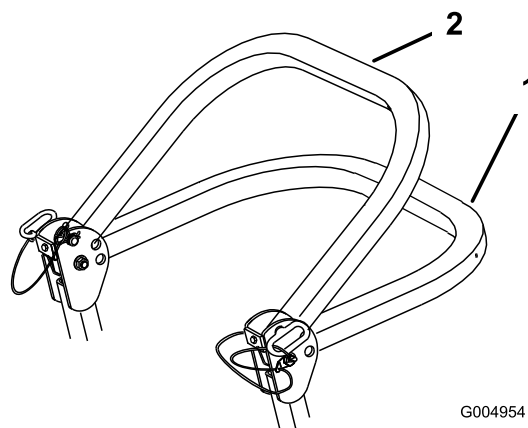

Figura 8
2. Abbassate il roll bar. Il roll bar può essere abbassato in due posizioni; Vedere Figura 8.